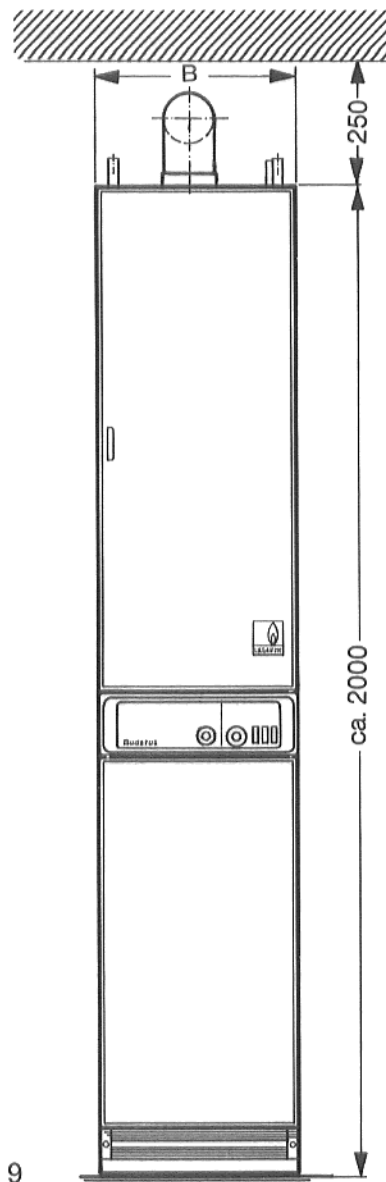

Abb. 9
- Zwischen Kesseloberkante und Decke muß ein Abstand von 250 mm vorhanden sein. (Siehe Abb. 9).